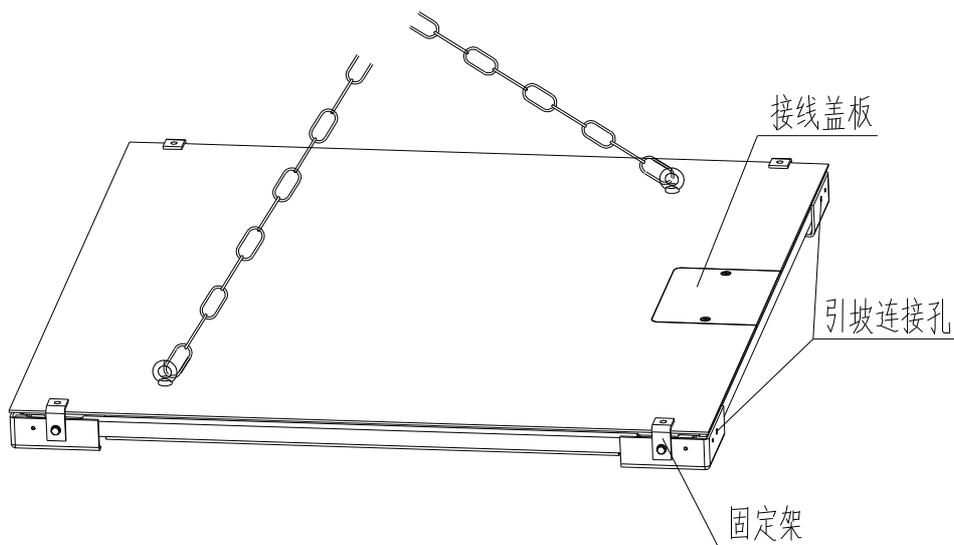

图 4-1 吊运示意图
● 拆除固定架（固定架见图 4-1）；
- 松开固定架（固定架位置见图 4-1）；